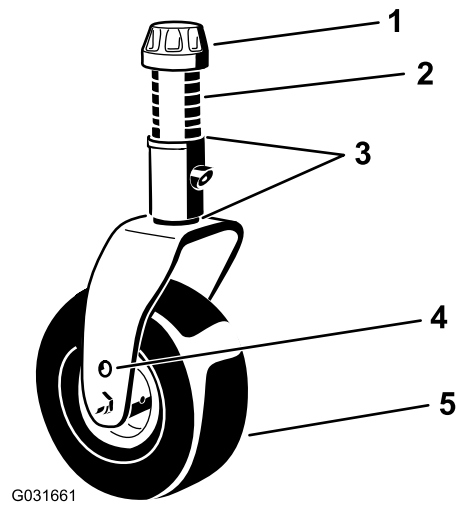

Figure 19
4. Avec la clé fournie, desserrez le chapeau de tension et retirez-le de l'axe de pivot, puis sortez l'axe du bras de la roue pivotante (Figure 19).
7. Installez les cales (comme à l'origine) et les entretoises restantes sur l'arbre (Figure 19).
8. Reposez le chapeau de tension et serrez-le avec la clé fournie pour fixer l'ensemble (Figure 19).